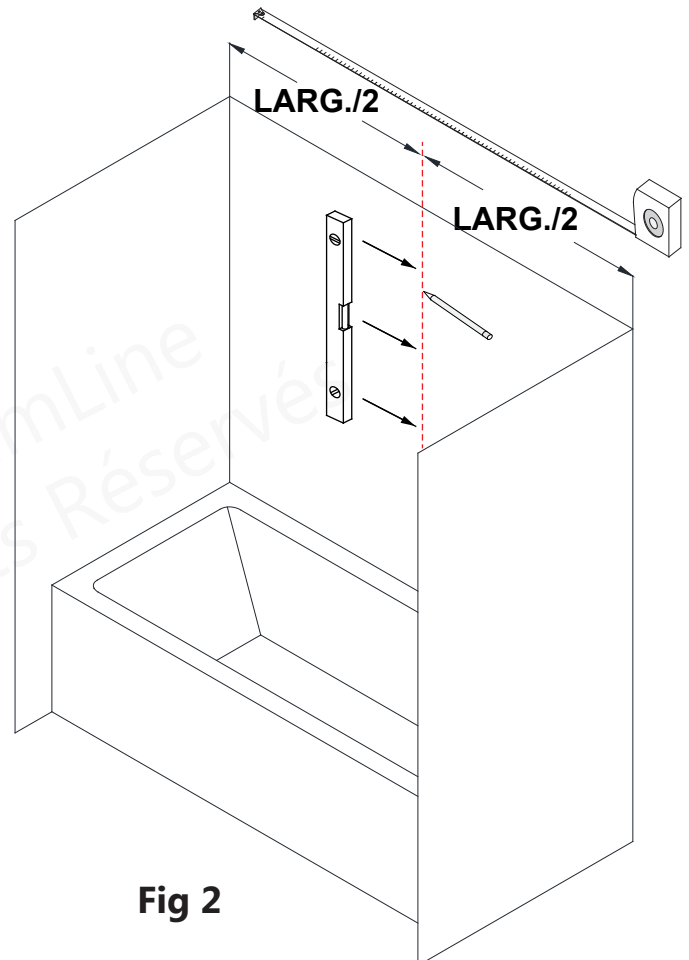

Fig 2
2. Divisez la mesure «**LARG.**» en deux ($\text{LARG.} \div 2$). Tracez une ligne d'aplomb qui identifie le centre du mur arrière **(Fig. 2)**